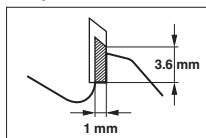

Bild 1 Minimala mått för uddar på sammansatta cirkelsågblad.
3. Sammansatta (uddbeskodda) cirkelsågblad där uddarnas mått har reducerats till 1 mm bör tas ur bruk. Vi hänvisar till Bild 1.